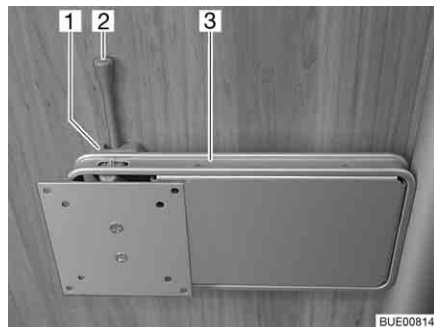

Bild 48 Halterung an Säule
- Den Entriegelungshebel (Bild 48,2) zur Seite drücken und die Halterung (Bild 48,3) mit dem Flachbildschirm in die gewünschte Position drehen.
- Flachbildschirm zurückdrehen, bis die Halterung (Bild 48,3) in die Verriegelung (Bild 48,1) einrastet.